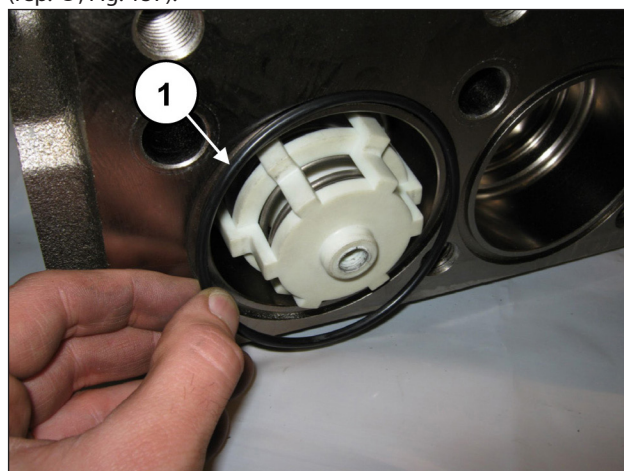

Fig. 157
Poser le joint torique frontal sur les soupapes d'aspiration (rep. ①, Fig. 157).